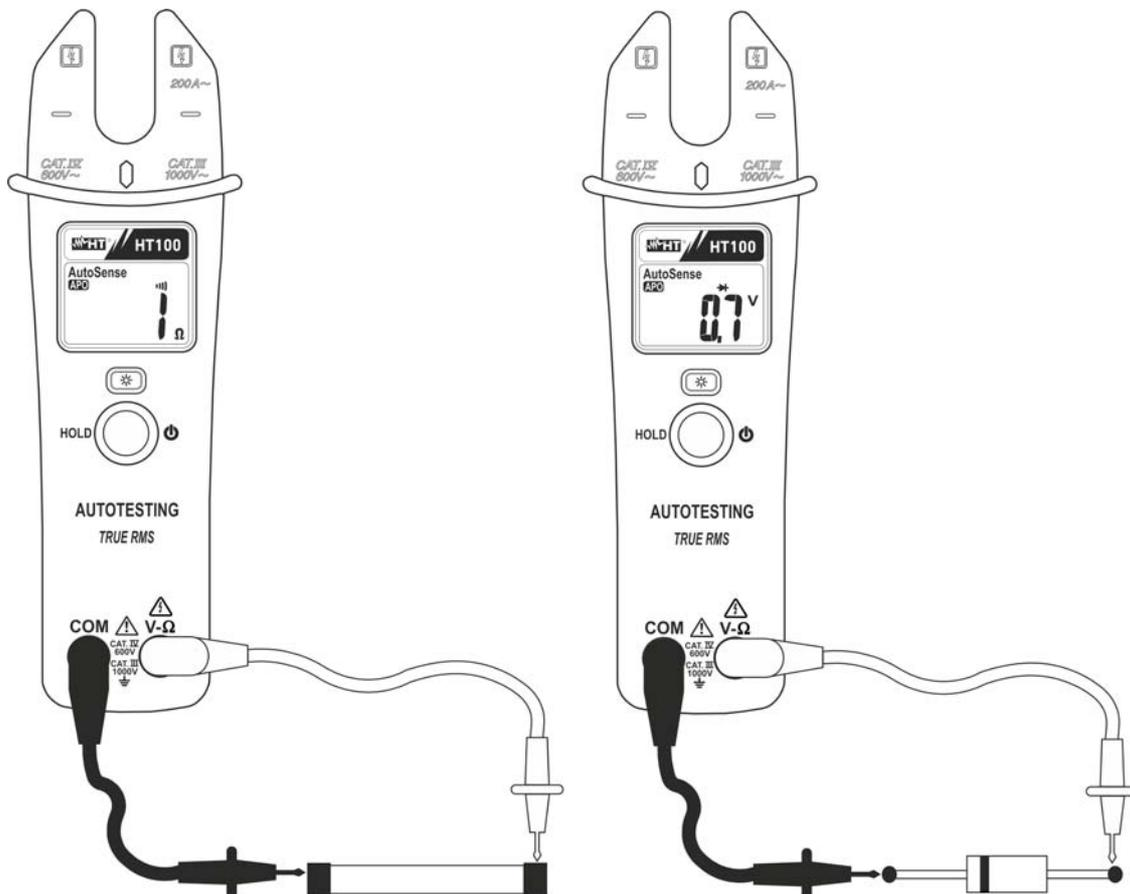

Fig. 6: Uso della pinza per test continuità e prova diodi
1. Inserire il cavo rosso nel terminale di ingresso **V-Ω** e il cavo nero nel terminale di ingresso **COM** ed eseguire il test di continuità sull'oggetto in prova (vedere Fig. 6 – parte sinistra). Il simbolo “” è mostrato a display e il cicalino emette un segnale acustico quando il valore della resistenza misurata è inferiore a circa 25Ω
3. Connettere il puntale rosso all'anodo del diodo e il puntale nero al catodo in caso di misura di polarizzazione diretta (vedere Fig. 6 – parte destra). Il simbolo “” appare a display e la corrispondente tensione di soglia della giunzione P-N è mostrata a display. Invertire la posizione dei puntali in caso di misura di polarizzazione inversa